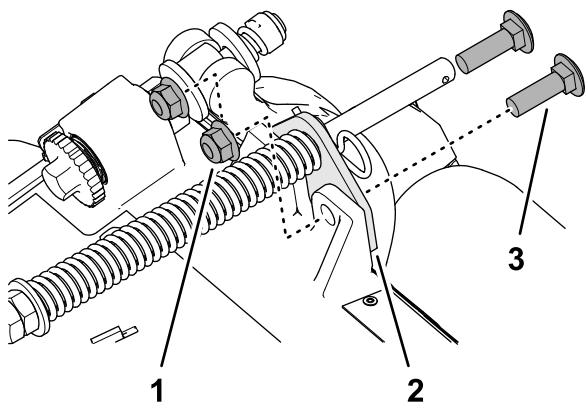

Figure 11
2. Retirez les 2 contre-écrous à embase ($\frac{3}{8}$ ") et 2 boulons de carrosserie ($\frac{3}{8}$ " x $1\frac{1}{4}$ ") qui fixent le support du compensateur au cadre de l'unité de coupe (**Figure 11**).